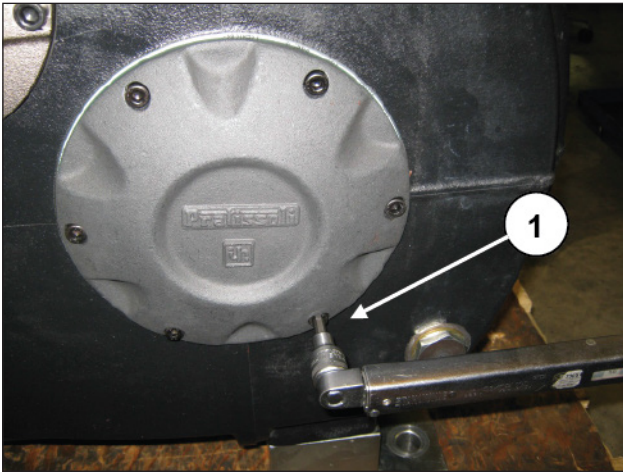
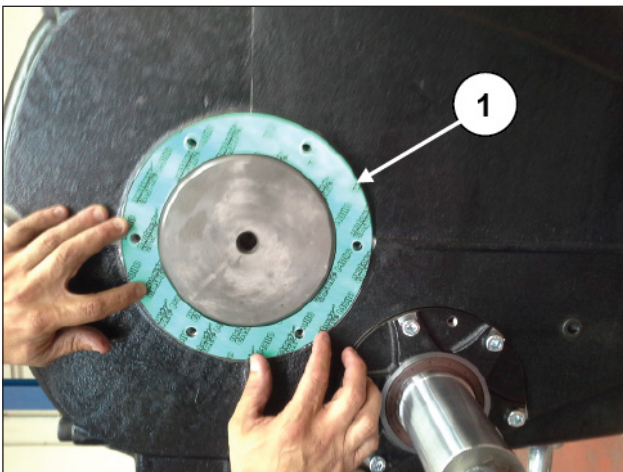

Abb. 12
Abb. 13
Demontieren Sie den Kurbelwellendeckel durch Abdrehen der entsprechenden Schrauben (Pos. ①, Abb. 12) ziehen Sie die Flachdichtung ab und ersetzen Sie diese bei Bedarf (Pos. ①, Abb. 13).